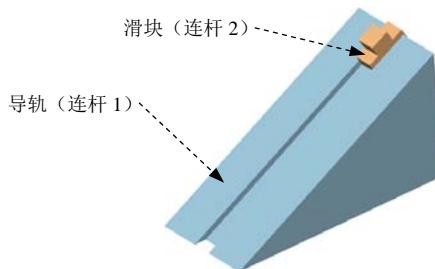

图 6.2.1 机构模型
下面举例说明定义阻尼器的操作过程。在图 6.2.1 所示的模型中，滑块在导轨上因重力在导轨上滑动，可以在滑块的滑动副上添加一个阻尼来阻碍滑块的运动。
Step5. 定义固定连杆 1。选择下拉菜单  →  命令，系统弹出“连杆”对话框；选取图 6.2.1 所示的导轨为连杆 1；在 **质量属性选项** 下拉列表中选择 **自动** 选项；在 **设置** 区域中选中  **固定连杆** 复选框；在 **名称** 文本框中采用默认的连杆名称“L001”；单击 **应用** 按钮，完成连杆 1 的定义。
Step6. 定义连杆 2。选取图 6.2.1 所示的滑块为连杆 2；在 **质量属性选项** 下拉列表中选择 **自动**